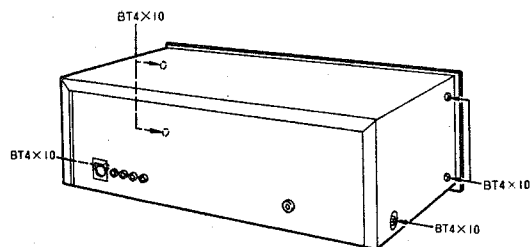

Fig. 2 Abb. 2
3. **Top cover (Fig. 2)**
3. **Obere Abdeckung (Abb. 2)**
3. **Plaque supérieure (Fig. 2)**